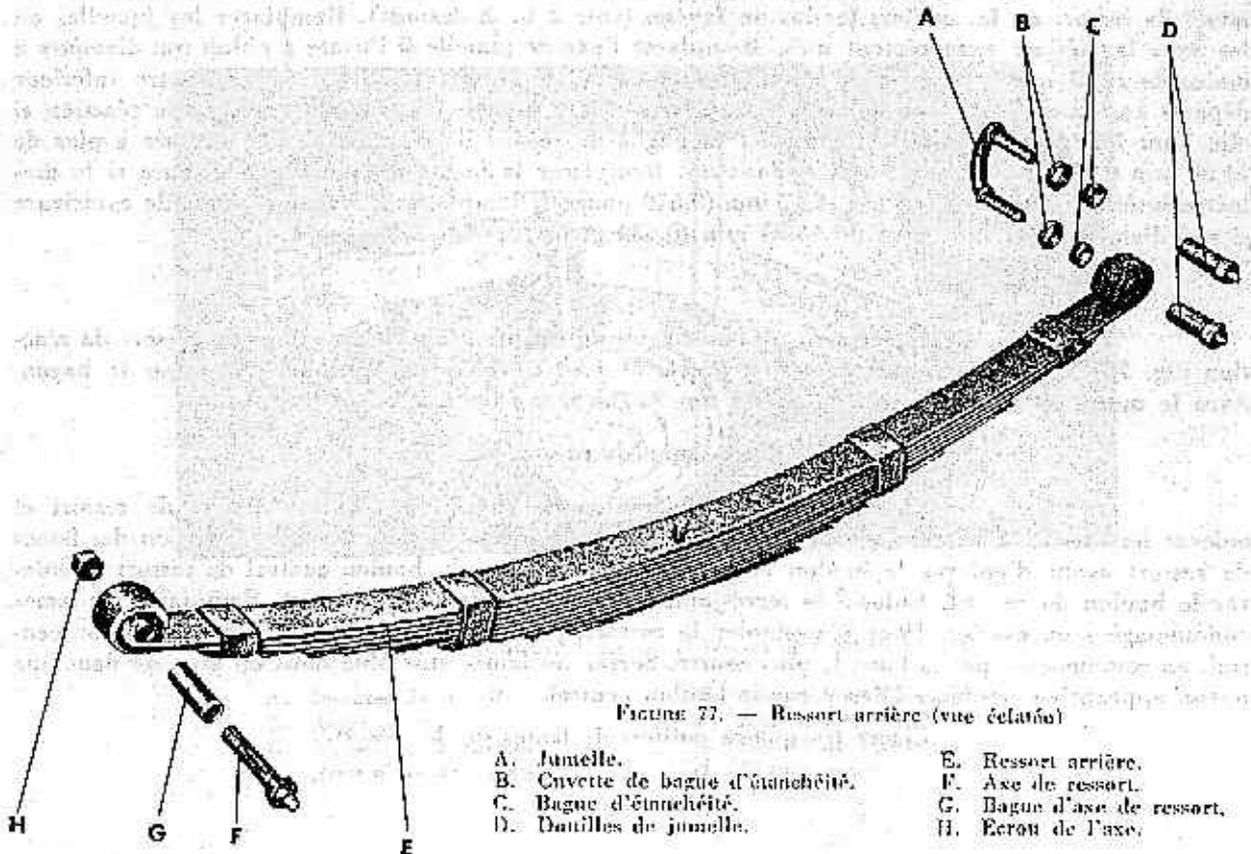

FIGURE 77. — Ressort arrière (vue éclatée)
1) Nettoyage et inspection (fig. 77 et 78).